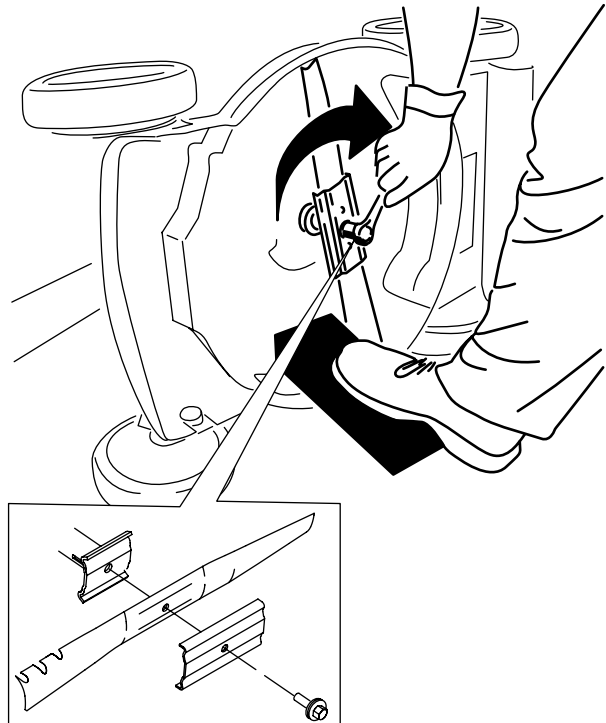

Figura 22
4. Instale la cuchilla nueva y todos los herrajes de montaje (Figura 22).